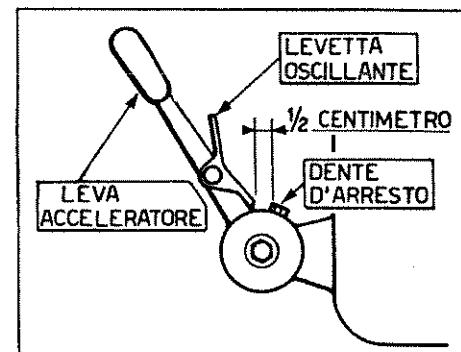

Fig. 16 - POSIZIONE DELLA LEVA ACCELERATORE ALL'AVVIAMENTO
A) Mettere la leva dell'acceleratore nella posizione indicata dalla Fig. 16, cioè l'estremità della levetta oscillante deve trovarsi circa a mezzo centimetro, o poco più, dal dente d'arresto.
- Mettere la leva dell'acceleratore nella posizione indicata dalla Fig. 16, cioè l'estremità della levetta oscillante deve trovarsi a circa mezzo centimetro, o poco più dal dente d'arresto.
Per l'avviamento a motore caldo è sufficiente mettere la leva dell'acceleratore nella posizione indicata dalla Fig. 16 e girare tutta a fondo la chiavetta d'avviamento sulla posizione **2**.